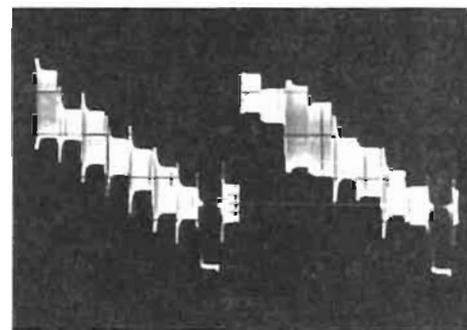
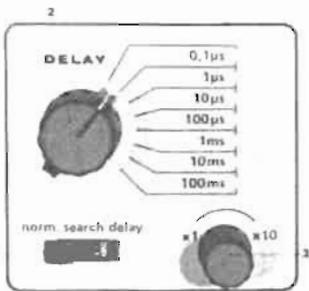

Fig. 9. - La position « HF » favorisant les fréquences élevées, permet la synchronisation sur les impulsions de lignes.
Fig. 13
très appréciable pour l'étude du détail d'une période d'un signal. Son fonctionnement se gère à l'aide des commandes du panneau B sans la vue générale de façade, et que nous reprenons en détail à la photographie de la figure 13.
lations correspondant aux huit couleurs affichées et sur les huit niveaux de luminance. Un tel signal a déjà été photographié dans l'oscillogramme de la figure 9.
Pratiquement, et pour revenir au cas du Hameg HM 512-7, la succession des réglages est la suivante. D'abord, on affiche normalement le signal d'une ligne, ce qui donne l'oscillogramme déjà publié en figure 9. On passe alors le commutateur (1) de la figure 13 de la position « normal » vers la position « search » (recherche). Par l'action combinée du commutateur (2) qui sélectionne la gamme de retard, puis du potentiomètre (3) qui en autorise le réglage fin, on fait commencer le balayage juste avant le point où commence la zone à détailler : on obtient alors le résultat de la figure 16. Maintenant, en passant le commutateur (1) sur